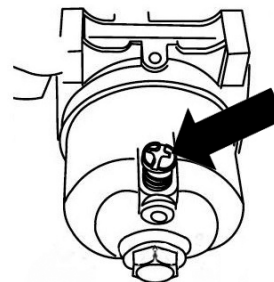

Рис. 24 Слив топлива с карбюратора PC5431F
2. Выкрутите винт сливного отверстия (Рис. 24) на 2-3 оборота и слейте топливо из поплавковой камеры карбюратора.